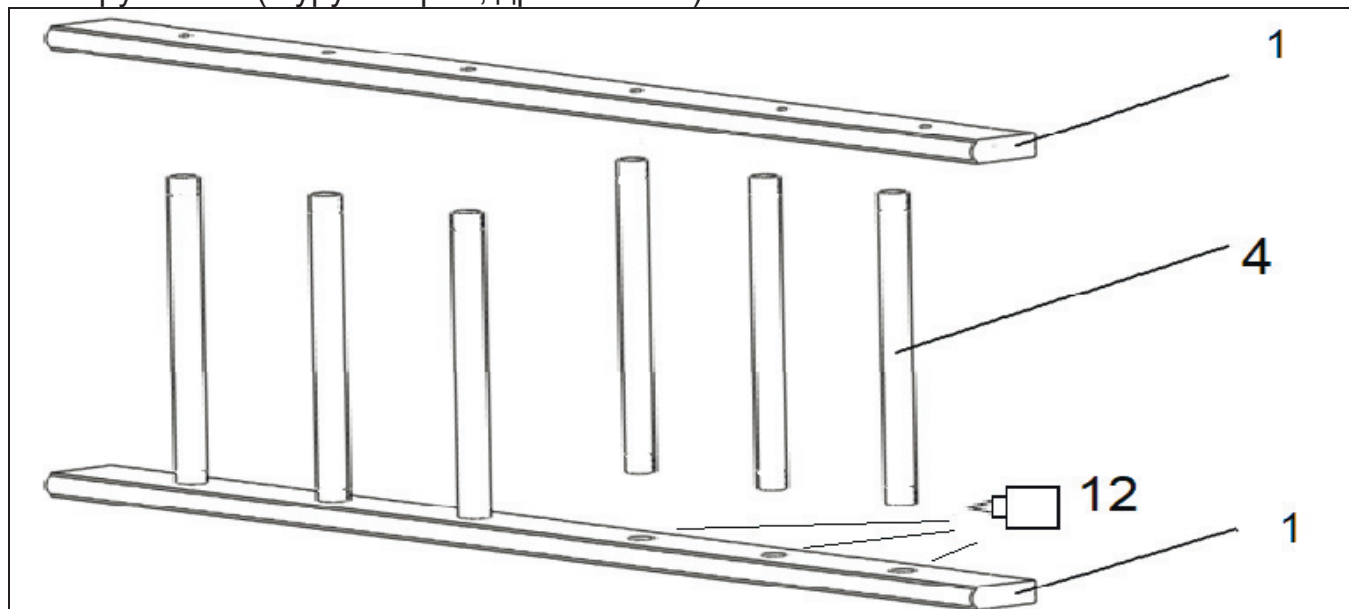

Рисунок 2
4.1.3. Вставить шесть основных ступеней (№4 дл.57,5 см) в соответствующие отверстия стоек (№1) предварительно смазать отверстия столярным клеем (№12) (рисунок 2). С помощью саморезов (№7) закрепить ступени к стойкам ключом (№13).